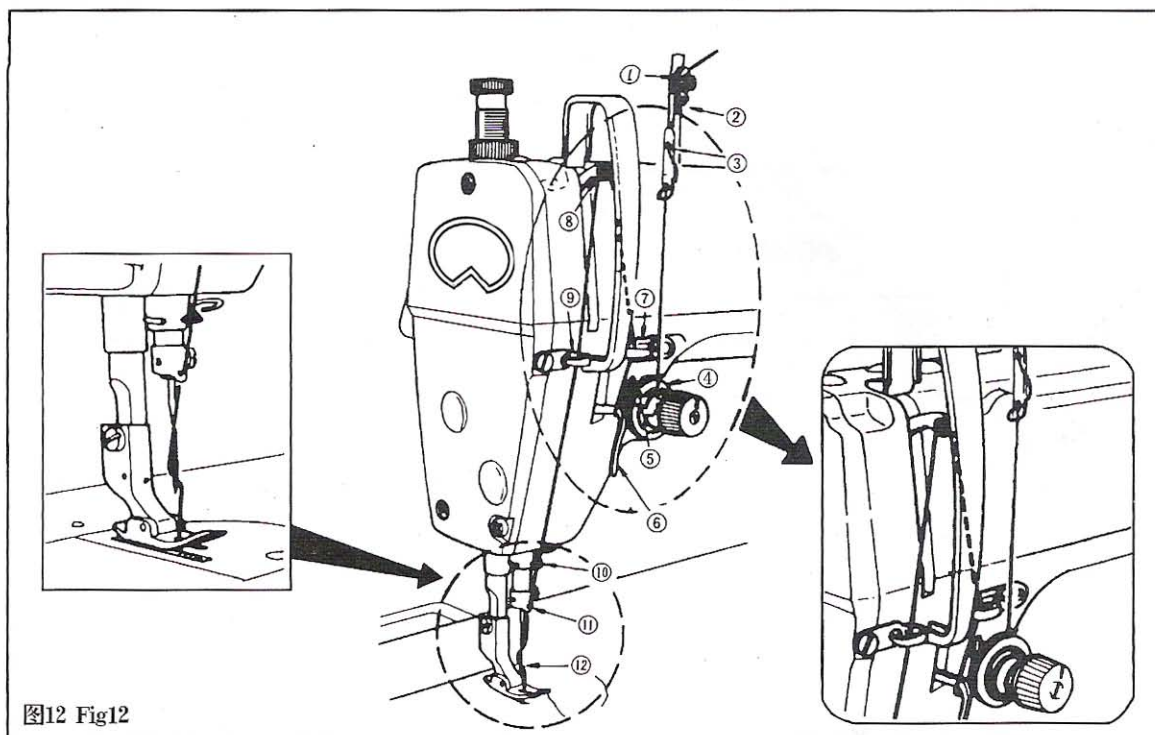

图12 Fig12
6. 面线的穿法(图 12)
6.THREADING THE MACHINE HEAD (Fig.12)